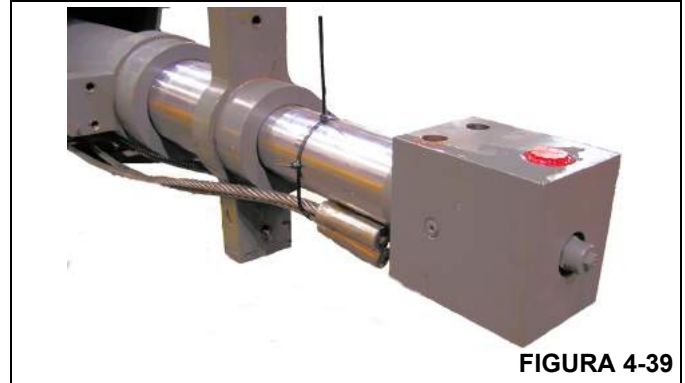

FIGURA 4-39
6. Posicione a extremidade da polia do cilindro telescópico na parte traseira da seção volante, com o bloco de entradas girado conforme mostrado na (Figura 4-39).